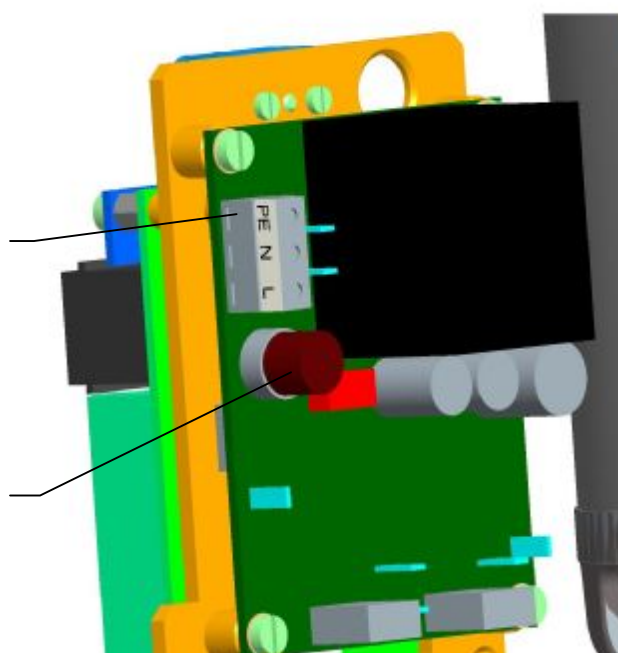

Рис.2
- ради безопасного использования ЭП надо присоединить внешнюю и внутреннюю защитную клемму. Установка внешней и внутренней защитной клеммы (по исполнению (**Рис.2,2а, 2b, 2с, 2d**)). Для запрессовки провода в внешнюю защитную клемму, надо использовать щипцы для изолированных ушка HP3 (fy CEMBRE).
Доска источника ЭП оснащена предохранителем (F3) питающего источника. Установка предохранителя на доске источника указана на **Рис. 2**. ЭП оснащены модулем безконтактного включения (SSR) в придачу защитные предохранителями (F4-1 а F4-2) на державке
Рис.2а
Рис.2б
Рис.2с